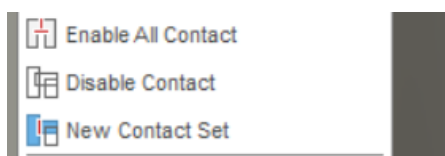

Рисунок 4.28
*Enable contact sets* – активирует анализ контактов между компонентами в наборах контактов. Если наборы контактов **не были установлены**, определите их с помощью команды *New Contact Sets* (см. рис. 4.28).